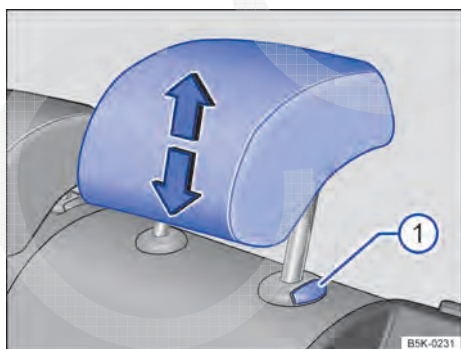

Fig. 54 Remover o apoio para cabeça traseiro.
- Pressionar o botão ⇒ **Fig. 54 ①** enquanto outra pessoa retira totalmente o apoio para cabeça.